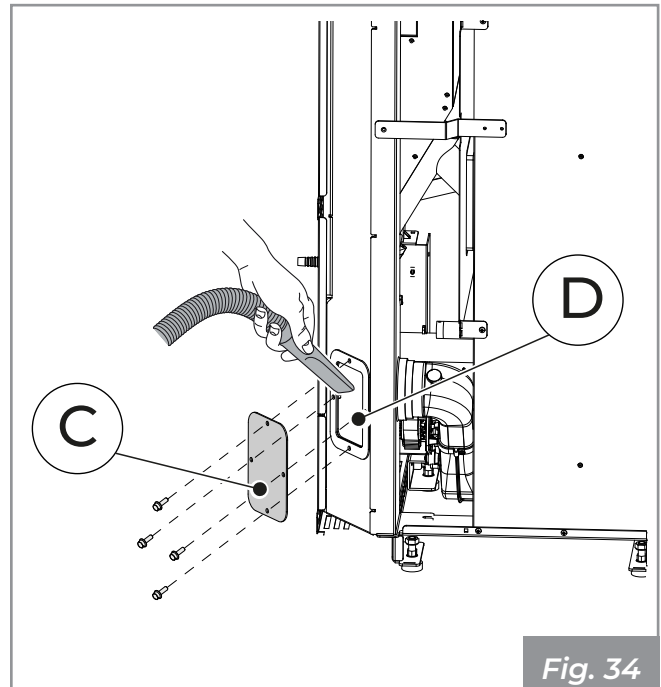

Fig. 34
- Quitar el tapón de inspección (**C**) y la relativa junta para acceder al colector de humos (**Fig. 34 - D**).